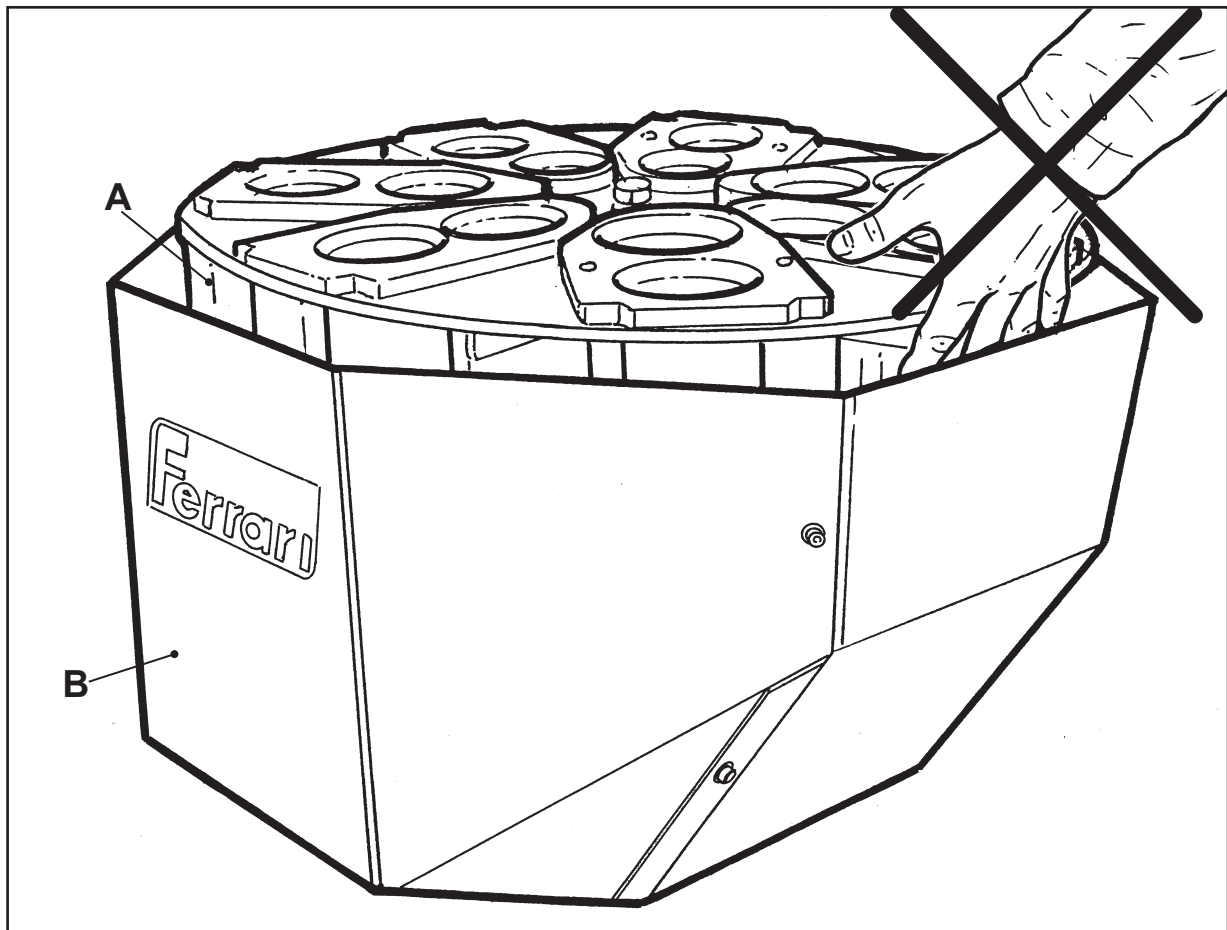

Fig. 5
ATTENZIONE! PERICOLO DI TRASCINAMENTO E SCHIACCIAMENTO! È assolutamente vietato introdurre le mani o inserire oggetti all'interno dei bicchieri (Fig. 5) per rimuovere eventuali inceppamenti, in quanto durante la movimentazione degli organi ci si esporrebbe ad un rischio di lesione per gli arti. È altresì importante stare attenti a non infilare le mani tra il gruppo distribuzione piantine (A) e il carter di protezione (B): **PERICOLO DI TRASCINAMENTO.**
WARNING! DANGER OF DRAGGING AND CRUSHING! It is strictly forbidden to insert the hands or items inside the plant cups (Fig. 5) to remove any jamming, since there is risk for the limbs because of moving parts. It is also important to pay attention to not insert hands between the seedling distribution unit (A) and protection casing (B): **DANGER OF DRAGGING.**
ATTENTION! Il est absolument interdit d'introduire les mains ou d'insérer des objets à l'intérieur des godets (Fig. 5) pour enlever d'éventuels obstacles, car, pendant le déplacement des organes, il existe un risque de lésion des membres. Il est également important de faire attention à ne pas mettre les mains entre le groupe de distribution des plants (A) et le carter de protection (B) : **DANGER D'ENTRAINEMENT.**
¡ATENCIÓN! ¡PELIGRO DE ARRASTRE Y APLASTAMIENTO! Está absolutamente prohibido introducir las manos o introducir objetos en el interior de los vasos (Fig. 5) para extraer eventuales atascos, ya que durante el movimiento de los órganos existe grave riesgo de lesión para las extremidades. Del mismo modo es importante prestar atención a no introducir las manos entre el grupo distribución plantas (A) y el cárter de protección (B): **PELIGRO DE ARRASTRE.**